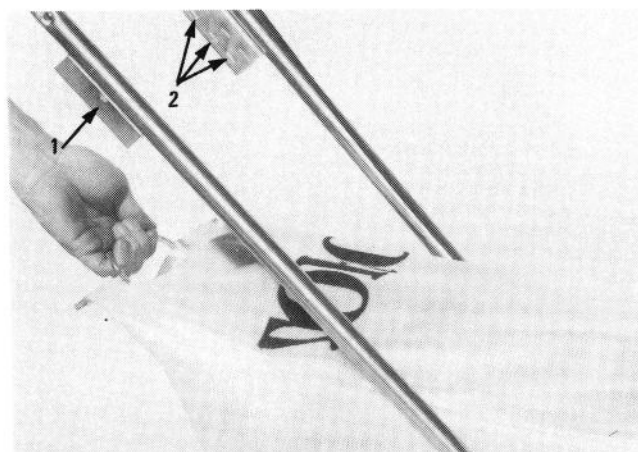

Figure 7
5. Accrochez l'arrière du sac dans le cran le plus haut des supports qui permettra au sac de s'adapter facilement. (Fig. 7).